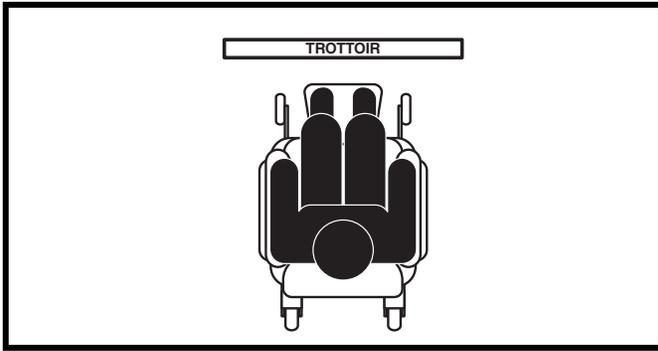

Figure 2. Approche correcte
Soyez prudent lorsque vous roulez sur une surface élevée comme un trottoir ou près d'un muret non protégé (balcons, escaliers, etc.). Assurez-vous de toujours négocier une bordure de trottoir à la perpendiculaire. **Voir la figure 2.**
1. Approchez lentement et perpendiculairement la bordure ou l'obstacle. **Voir la figure 2.**